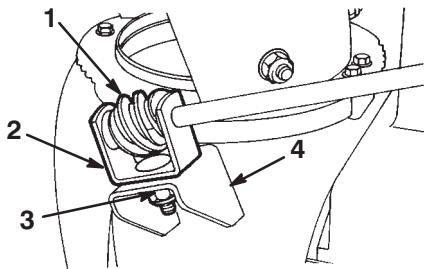

Figure 15
2. Enduisez la vis sans fin de graisse universelle N° 2 (Fig. 15).
3. Montez la vis sans fin et l'étrier sur le support prévu, de manière lâche, à l'aide d'un boulon, d'une rondelle pyramidale et d'un contre-écrou, comme illustré dans la Figure 15.
4. Glissez la vis sans fin dans les dents de la couronne de l'éjecteur et serrez l'écrou (Fig. 15).